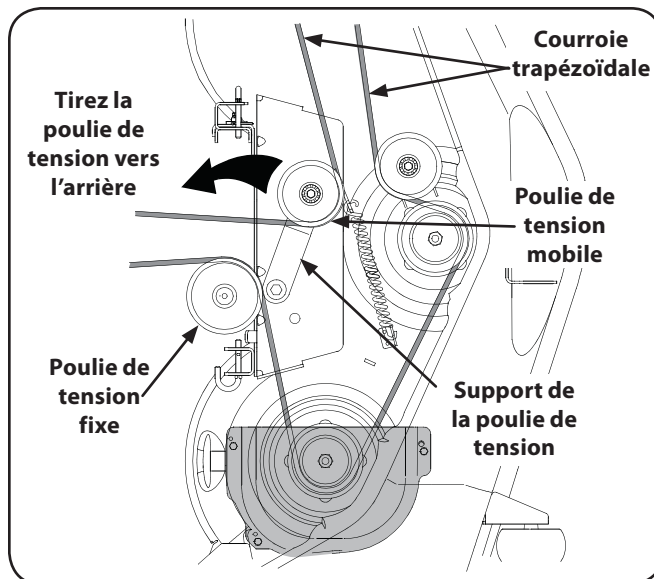

Figure 7-4
2. Du milieu du tracteur, faites pivoter le support de la poulie de tension et la poulie de tension mobile vers l'arrière pour l'éloigner suffisamment de l'arrière de la courroie trapézoïdale et pouvoir ainsi dégager la courroie de la poulie de tension. Voir la Figure 7-4.
3. Amenez l'arrière de la courroie sur la poulie de tension fixe. Voir la Figure 7-4.
4. Du milieu du tracteur, faites pivoter le support de la poulie de tension et la poulie mobile vers l'arrière contre la tension du ressort et glissez l'arrière de la courroie sur la poulie de tension mobile. Voir la Figure 7-4.
2. Vérifiez que la courroie trapézoïdale passe bien sur les poulies à fusée du plateau de coupe et que l'arrière de la courroie est bien appuyé contre les poulies de tension fixe et mobile. Voir la Figure 7-4.